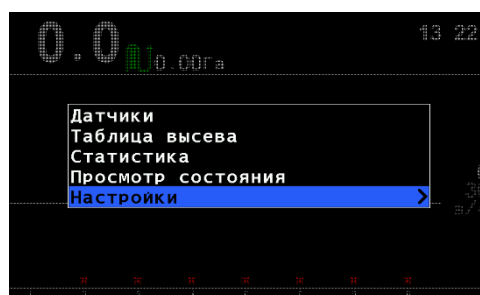

РИСУНОК 31
4. Кнопками  «Вверх» и  «Вниз» выбрать пункт меню «Настройки» (см. «Рисунок 31») и нажать  «Меню».